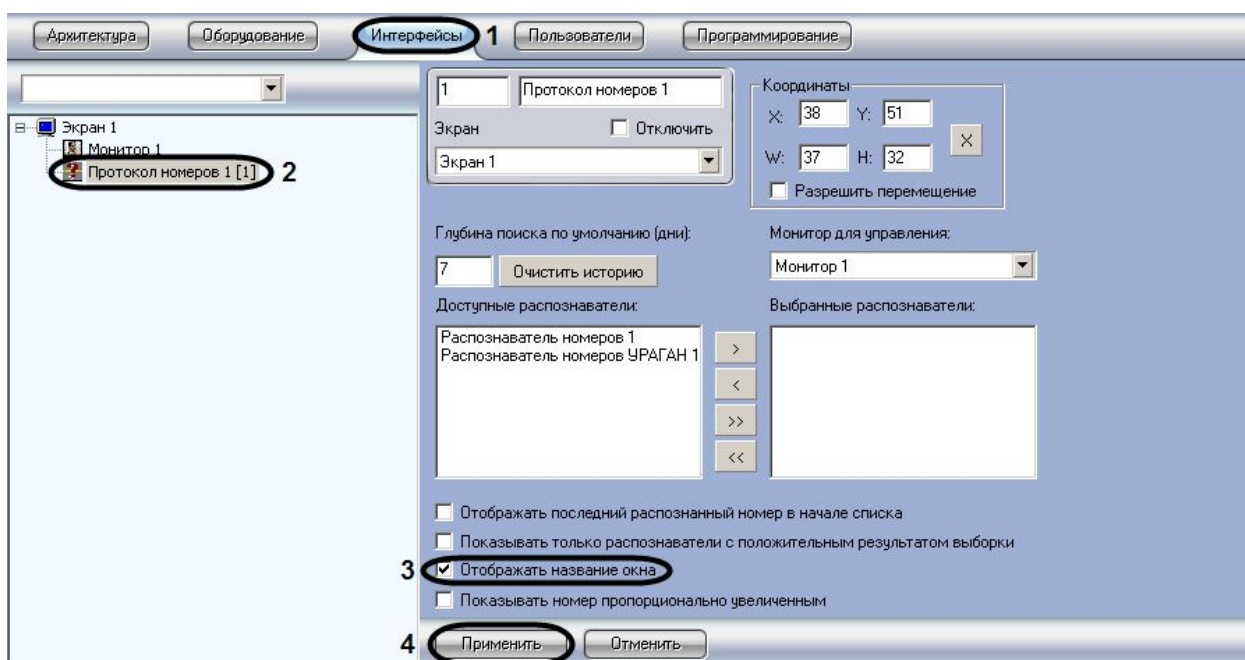

Рис. 7.7.9-1 Активирование функции отображения названия окна
1. Перейти на вкладку «Интерфейсы» диалогового окна «Настройка системы» (см. Рис. 7.7.9-1, 1).
2. Выбрать в дереве объект «Протокол номеров» (см. Рис. 7.7.9-1, 2).
3. Активировать флажок «Отображать название окна» (см. Рис. 7.7.9-1, 3).
4. Нажать кнопку «Применить» для сохранения настроек (см. Рис. 7.7.9-1, 4).